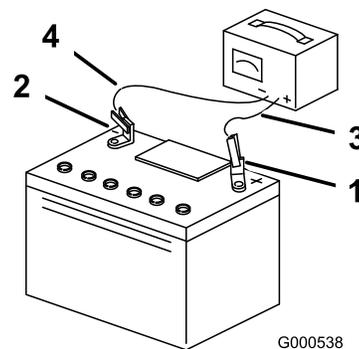

図 42
3. 充電が終了したら、コンセントからチャージャのプラグを抜き取り、充電器のリード線をバッテリー端子から外す 図 42。